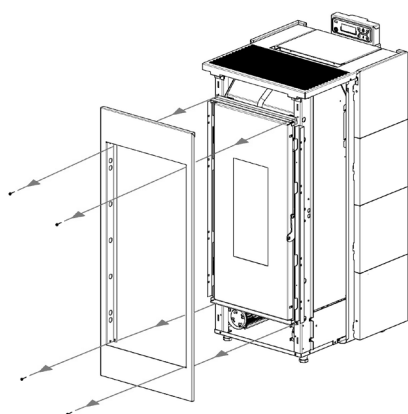

Fig. 37 - Usuwanie panelu przedniego
- Usunąć panel przedni: odkręcić 4 śruby (patrz **Fig. 37**).